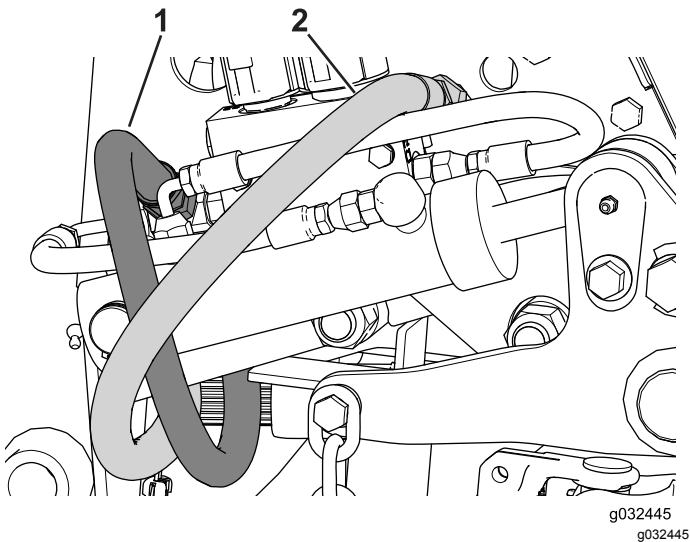

Figure 124
4. Branchez le flexible de retour hydraulique à l'orifice « T » du distributeur (Figure 124).
5. Branchez le flexible d'alimentation hydraulique à l'orifice « P2 » du distributeur (Figure 124).